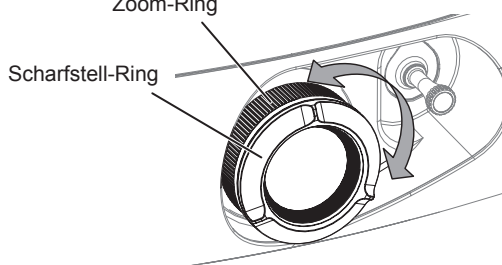

Abb. 2
5) Stellen Sie den Zoom und die Schärfe ein. (Abb. 2)